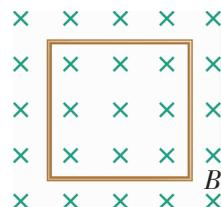

图 1-2-5
2. 如图 1-2-5 所示，在下列情况中，正方形线框在匀强磁场里运动，能否产生感应电流？为什么？